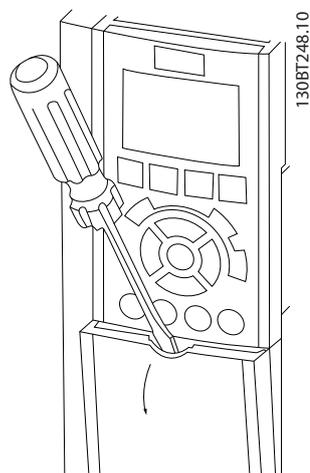
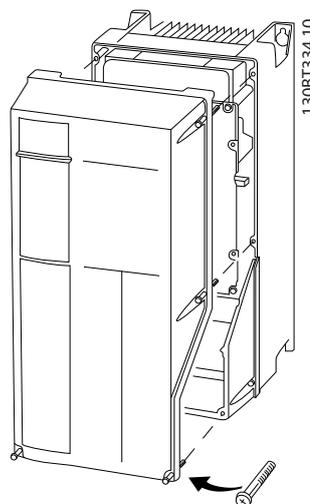

Ilustración 4.4 Acceso al cableado de las protecciones IP20 e IP21
Ilustración 4.5 Acceso al cableado de las protecciones IP55 e IP66
1. Retire la cubierta con un destornillador (consulte la *Ilustración 4.4*) o aflojando los tornillos de fijación (consulte la *Ilustración 4.5*).